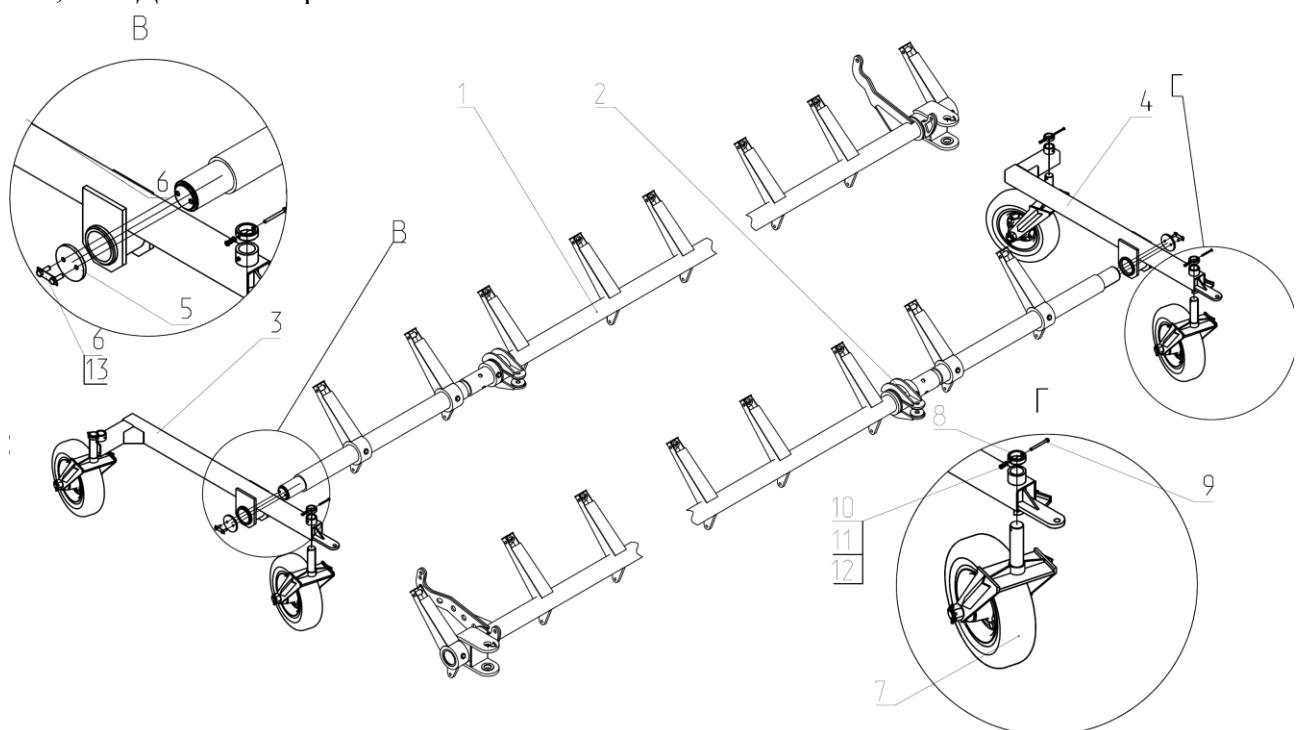

Рис.19 Схема сборки лущильника.
5.5.5. Брус поз. 1 Рис. 19В установить на подложки так, чтобы расстояние от поверхности земли до трубы сницы было не менее 650 мм;
Аналогично собираем траверсу поз. 4 с бруском поз. 2 Рис. 19;
5.5.7. Колесо в сборе с вилкой Рис. 19Г вставить во втулку траверсы и при помощи кольца поз. 8, болта M8x90 поз. 9, шайбы 8.65Г поз. 10, шайбы 8 поз. 11 и гайки поз. 12 закрепить его. Остальные колеса собираются аналогично;